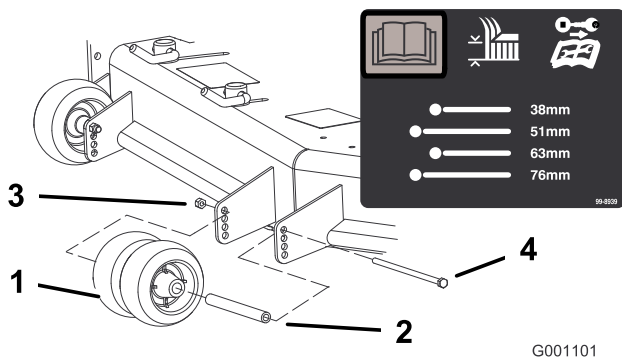
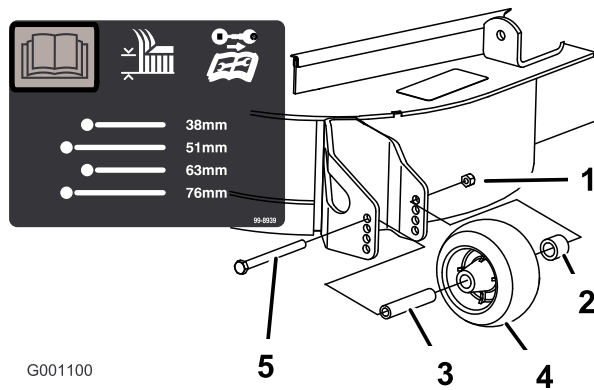

Figure 21
Figure 22
3. Après avoir réglé la hauteur de coupe, réglez les galets en retirant l'écrou à embase, la bague, l'entretoise et le boulon (Figure 20, Figure 21 et Figure 22).
**Remarque:** Les deux galets centraux ne sont pas munis d'entretoise (Figure 21).
5. Posez l'écrou à embase, la bague, l'entretoise et le boulon. Serrez à un couple de 54 à 61 Nm (Figure 20, Figure 21 et Figure 22).